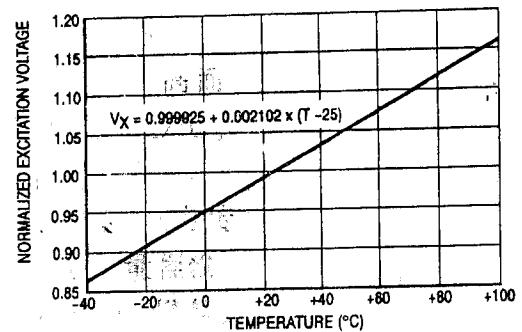
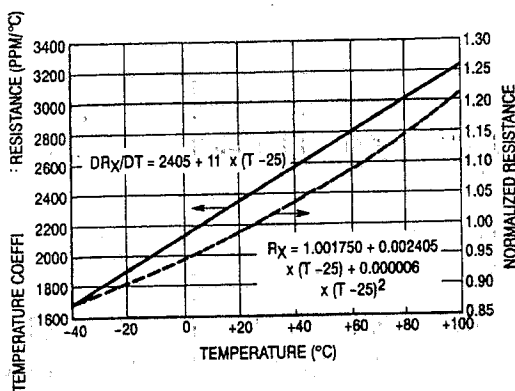

图 2-2 归一化的激励电压与温度的关系 (固定的满量程输出)
图 2-3 归一化电阻和电阻温度系数与温度的关系
由于在任意固定压力下，X-ducer 压力传感器的输出电压与所加的激励电压成比例，故最常用的满量程输出补偿方法就是随温度的升高而增大励电压。用这种方法恰好能补偿因温度升高而导致输出电压降低的问题。图 2-2 所示为 MPX100D 压力传感器在 $-40 \sim +100^{\circ}\text{C}$ 温度范围满量程输出所需温度补偿的典型激励电压实测曲线，可见其线性度是相当好的。因此，由图可知，用升高激励电压从而补偿满量程输出使其温度系数为 $+2102\text{ppm}/^{\circ}\text{C}$ 。对于大多数用户来说，其关心的并不是传感器的精度能达到小数点后的多少位，而是所使用的传感器所补指定的温度系数的应用范围有多宽。
利用应变材料自身的热敏电阻特性。图 2-3 所示为 $-40 \sim +100^{\circ}\text{C}$ 用于图 2-2 中传感输入电阻的变化情况。由图中可见： $R_x = 1.001750 + 0.002405 \times (T - 25) + 0.000006 \times (T - 25)^2$ ，即传感器输入电阻的温度系数 (TCR) 随温度的升高而增大，电阻温度系数 (TCR) 在 25°C 为 $2405\text{ppm}/^{\circ}\text{C}$ ，这与 TCR 规定的典型值 $0.24\%/^{\circ}\text{C}$ 相符。
为了理解 X-ducer 压力传感器器件中电阻的温度变化如何用于器件满量程输出的温度补偿，我们可以考虑这样一种假设，前提是：①输入电阻与温度成线性关系；② TCR(输入电阻的温度系数) 等于 $2102\text{ppm}/^{\circ}\text{C}$ 。在这种特定的条件下，若用一恒流源为激励，那么在应变材料上出现的激励电压 V_x 将恰好与图 2-2 中给出的满量程输出补偿电压相符。这种满量程输出温度补
对于理想的满量输出温度补偿来说,激励电压 $V_x(T)$ 必须满足图 2-2 中所示的 V_x-T 曲线关系,因此,激励电压的形式须为